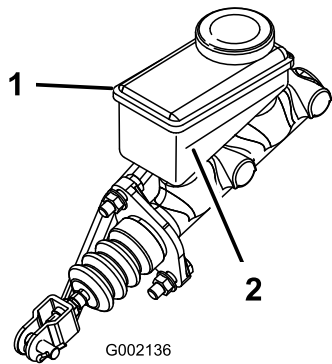

Figura 63
- Mire el nivel de aceite en el lateral del depósito (Figura 63).
- Añada líquido de frenos DOT 3 al depósito hasta que el nivel esté por encima de la línea Mínimo (Figura 63).